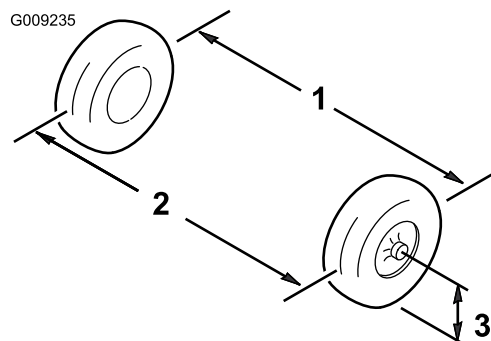

図 51
1. 前輪の前と後ろで、左右のタイヤの中央線間距離を測る計測はアクスルの高さで行う (図 51)。